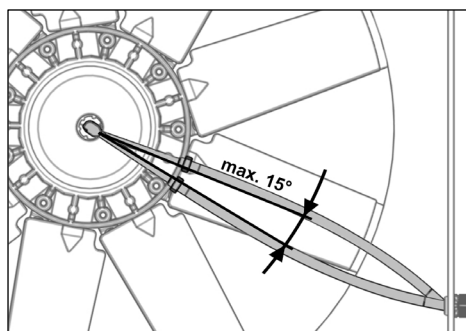

Fig. 30
- ▶ Verificați tensiunea și, dacă este necesar, retensionați furtunul de aer comprimat (consultați Fig. 30).